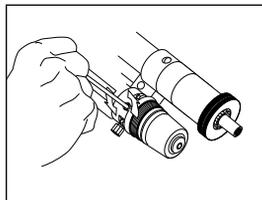

fig. 11
- 2) allentare il tappo di sfogo dello sfiato aria (L) con la chiave a brugola (3 mm) in dotazione come illustrato nella fig. 11;